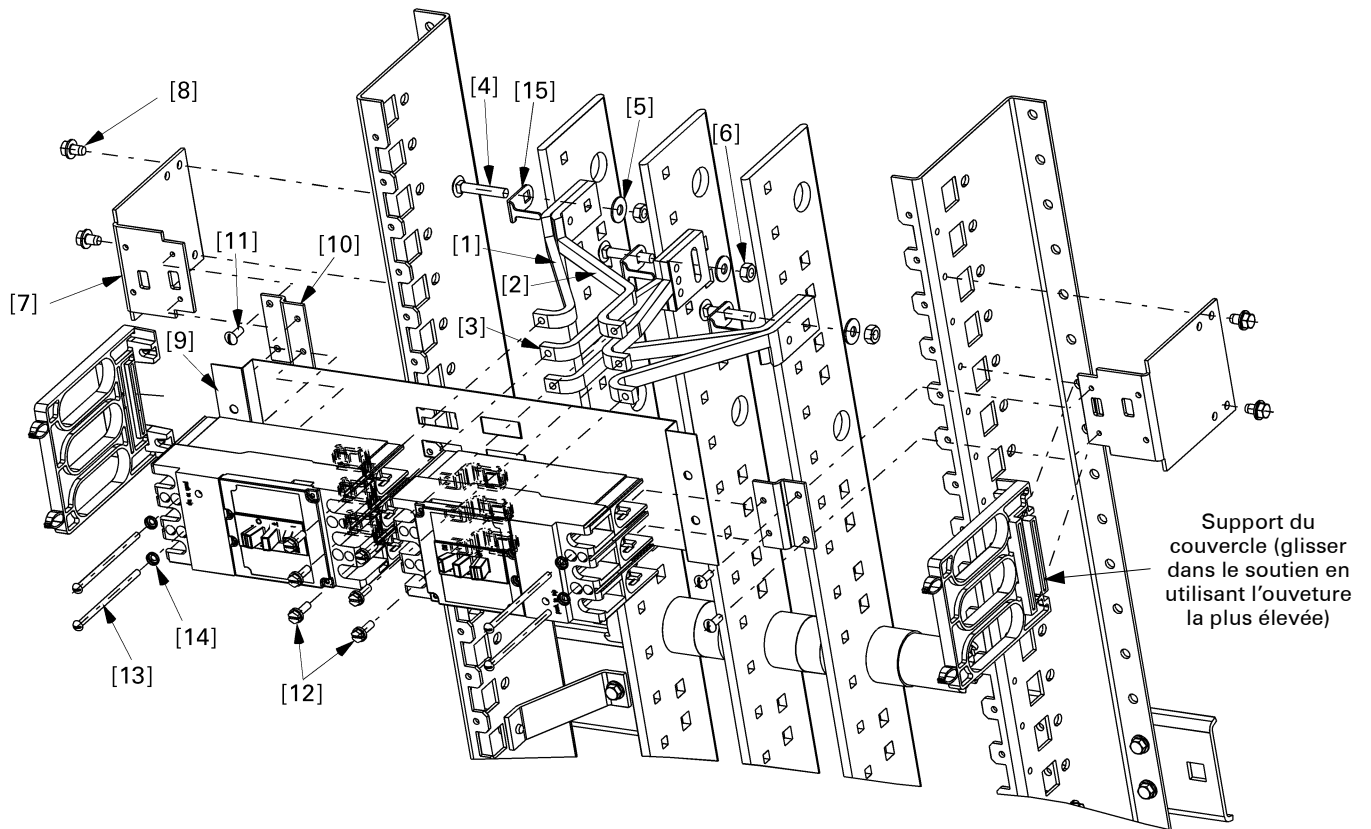
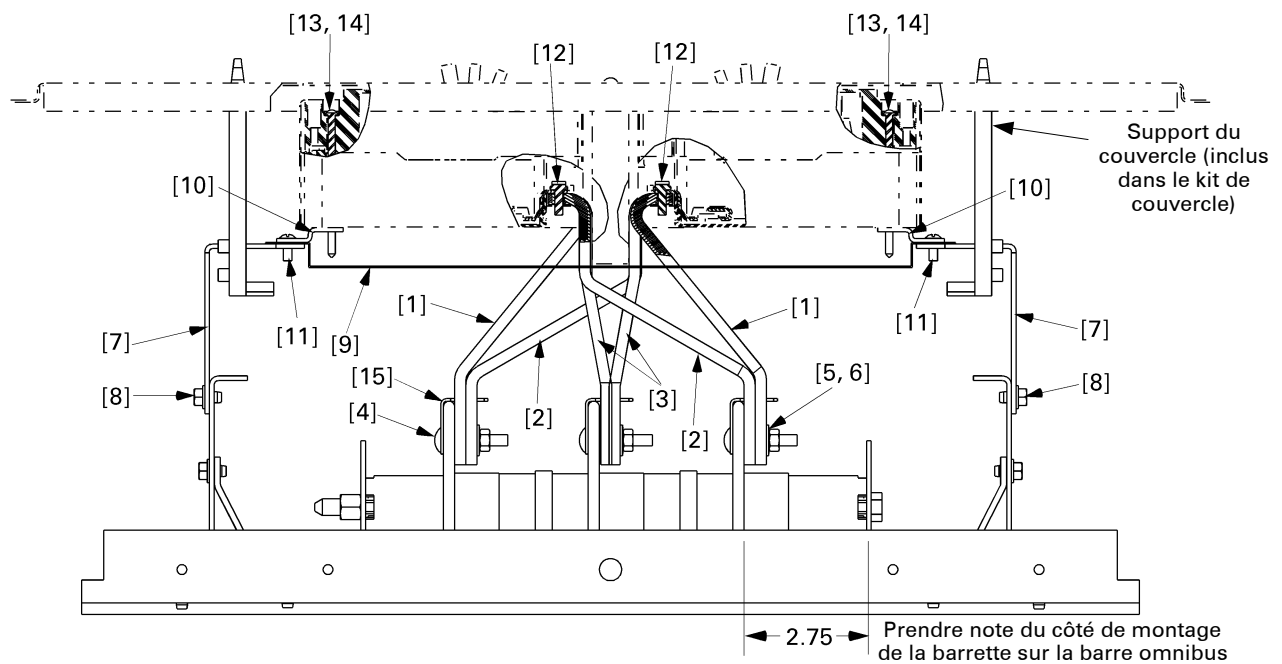

Figure 1. Vue en pièces détachées de l'assemblage du disjoncteur à boulonnage.
Figure 2. Vue du fond de l'assemblage du disjoncteur à boulonnage.
ATTENTION: Pour les intérieurs à boulonnage de style Spectra APNB, repérer le côté de l'intérieur du panneau dont la dimension de la face de la barre verticale la plus près au rail de support de la face intérieure est de 2.75 pouces, tel qu'indiqué à la Figure 2. Les barrettes de disjoncteurs doivent être montées sur ce côté de la barre omnibus.
- 1. Installer les barrettes de disjoncteurs.** Installer les barrettes de disjoncteurs en commençant par la phase A, tel que montré à la Figure 1 et à la Figure 2. Aligner les barrettes extérieures [1] et intérieures [2] dos à dos, comme illustré. Glisser le trou carré dans la pince antirotation [15] par-dessus la tige carrée du boulon de carrosserie [4], puis insérer la section à tige de la pince à travers le trou circulaire dans l'assemblage de la barrette, avec le boulon passant à travers le trou carré situé immédiatement dessous. Fixer lâchement l'assemblage complet de la barrette à la barre omnibus verticale, en utilisant une rondelle Belleville [5] et un écrou [6]. Répéter la procédure pour les barrettes de phase B [3] et les barrettes de phase C [1, 2].
- 3. Installer la barrière de barre omnibus et les soutiens de montage.** Attacher les soutiens de montage de la barrière [7] aux rails latéraux du panneau avec les vis autotaraudeuses [8], tel qu'illustré à la Figure 1. Placer la barrière [9] par-dessus les barrettes avec les brides reposant, sur les soutiens de montage. Placer les soutiens de montage du disjoncteur [10] par-dessus la barrière et les fixer avec des vis autotaraudeuses #8-32 à la barrière et aux soutiens de montage de la barrière. Serrer les vis autotaraudeuses [8] à 15–20 lb.-po.
- a.** Insérer les vis indesserrables (12) dans les trous des connexions ligne des disjoncteurs. Aligner les vis avec les trous dans les barrettes de ligne et fixer lâchement.
- b.** Aligner chaque disjoncteur parallèle à l'unité, puis attacher les disjoncteurs aux soutiens avec les vis #8-32 x 3 1/8" (13) et les rondelles de retenue (14) et serrer à 15–20 lb.-po.